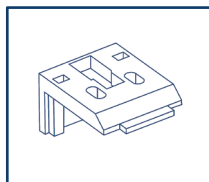

Fig.3
- Oppure 2 o più supporti in plastica per tende cassonate (Fig.3)